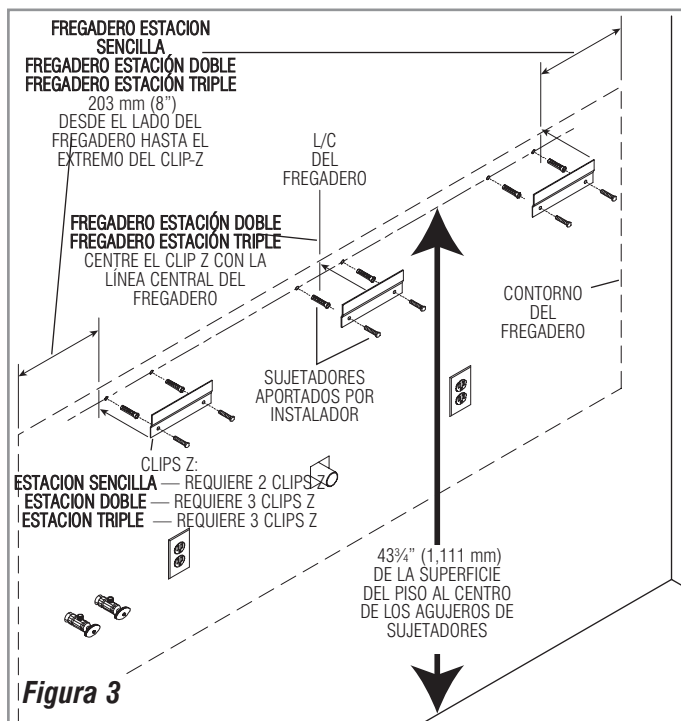

Figura 3
Paso 3 — Instale Clips "Z" a la Pared (Figura 3)
Instale Clips "Z" (sujetadores aportados por instalador) de modo que los agujeros de montaje midan 1,111 mm (43³/₄) desde el piso para una altura estándar de fregadero de 1,041 mm (41"). Vea detalles completos de dimensión en la Figura 3.